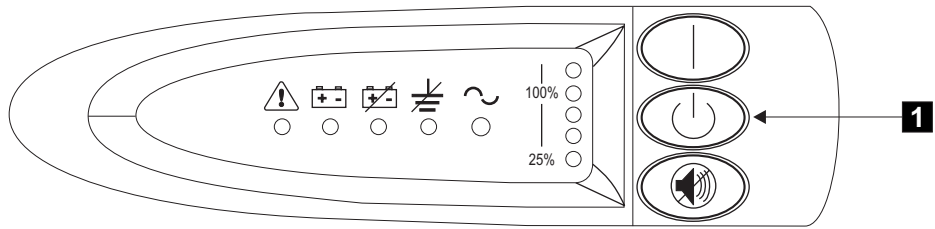

図 244. 2145 無停電電源装置のフロント・パネル・アセンブリー
1. 2145 UPS のフロントで、オフ・ボタン (600 ページの図 244 の **1**) を、約 5 秒間または長いピープ音が停止するまで押し続けます。